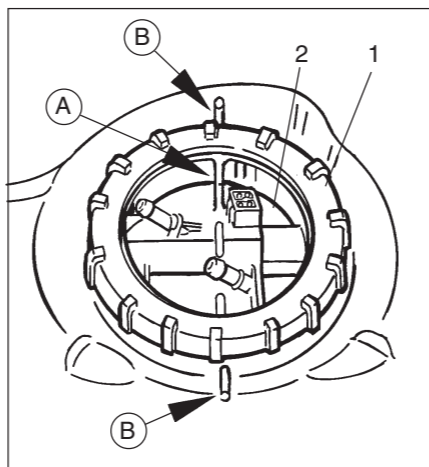

Abb. 1 / Fig. 1
- Tank für den Zugriff zur Kraftstoffpumpe freilegen. (Abb. 1) (rechts unter der Rücksitzbank).
- Schraubverschluß (1, Abb. 1) entfernen.
- Flansch (2, Abb. 1) so ausrichten, daß die Markierungsrippe (Pfeil A) mit den Markierungen (Pfeile B) am Tank fluchtet.
- Schraubverschluß (1) aufschrauben und fest anziehen.
- Prepare tank for access to the fuel pump (fig. 1) (on the right-hand side under the rear seats).
- Remove screw lock (1, fig. 1)
- Align flange (2, fig. 1) so that the marking rib (arrow A) is flush with the markings (arrow B) on the tank.
- Screw on the screw lock (1) and tighten.
- Préparer le réservoir pour permettre l'accès à la pompe à carburant (fig. 1) (du côté droit sous les sièges arrière).
- Détacher la fermeture à vis (1, fig. 1)
- Aligner la bride (2, fig. 1) de manière à ce que la nervure de repère (flèche A) soit alignée avec les repères (flèche B) sur le réservoir.
- Visser la fermeture à vis (1) et la serrer fermement.
- Prepare el depósito para permitir el acceso a la bomba de gasolina (fig. 1) (del lado derecho debajo de los asientos traseros).
- Suelte el cierre atornillado (1, fig. 1)
- Alinee la brida (2, fig. 1) de manera que el nervio de marcación (flecha A) esté alineado con las marcaciones (flecha B) sobre el depósito.
- Tornille el cierre atornillado (1) y ciérrelo firmemente.
- Preparare il serbatoio per consentire l'accesso alla pompa di combustibile (fig. 1) (sulla destra sotto il sedile posteriore).
- Allentare il tappo a vite (1, fig. 1)